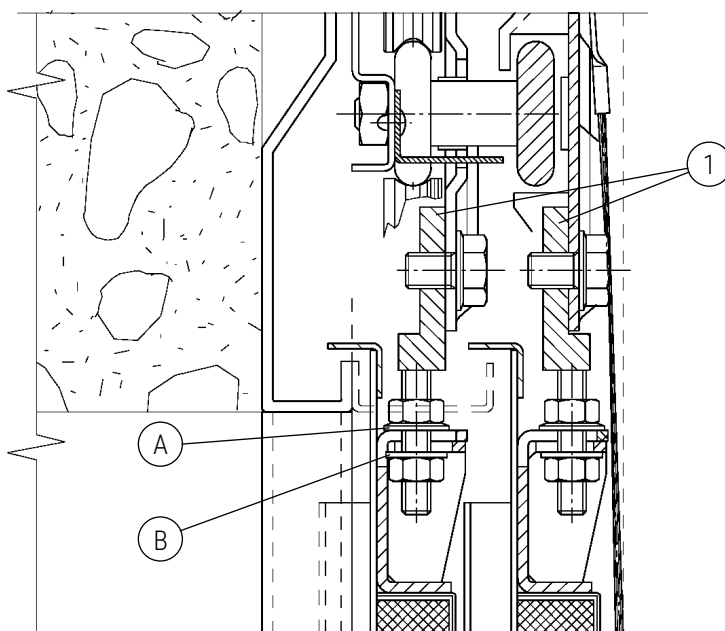

Fig. 5
Type 11/R-L Test au feu : Placer les boulons de fixation du panneau (1) comme indiqué sur la figure 5.